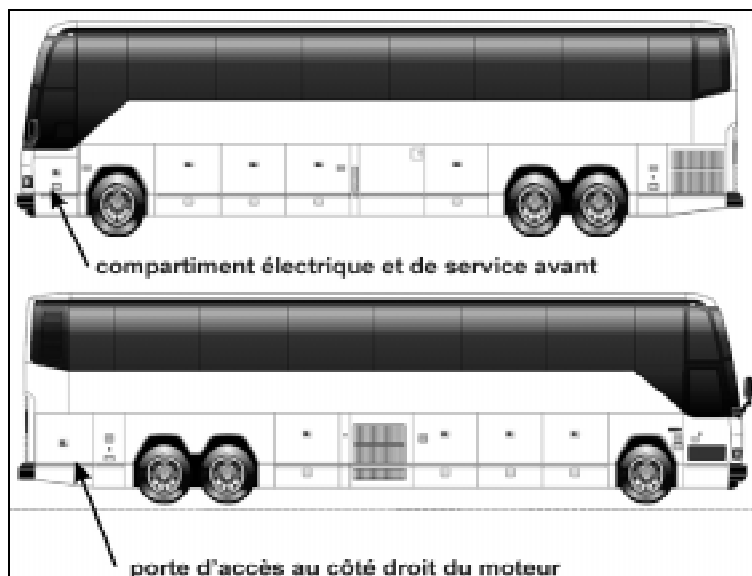

FIGURE 1 : PORTES D'ACCÈS ET COMPARTIMENTS
1. Ouvrir la porte d'accès au côté droit du moteur (figure 1).